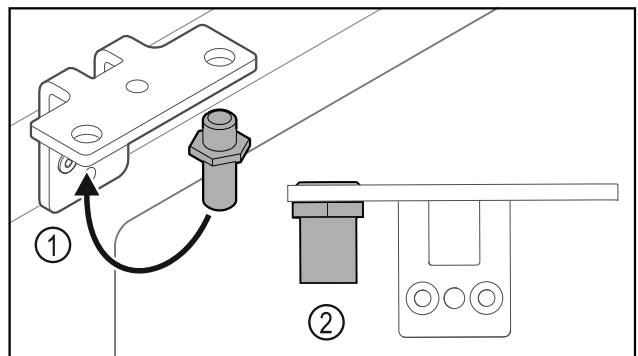

Fig. 31
- Premiestnite čap Fig. 31 (1) v uholníku závesu.
- Uťahnite čap Fig. 31 (2) **ťahovacím momentom 12 Nm**.